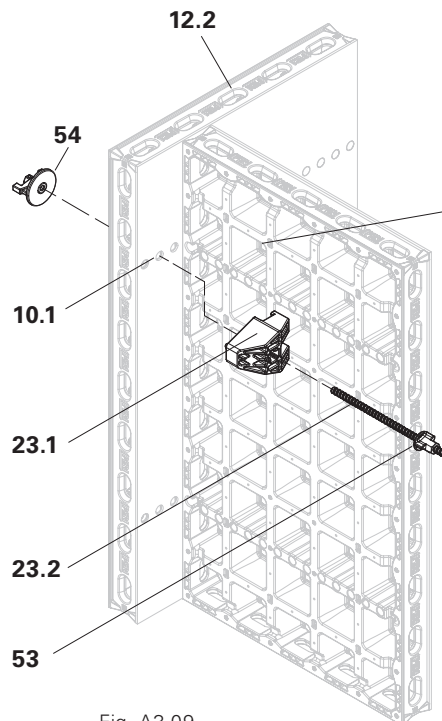

Fig. A3.09
- Connecteur d'angle DUO (Fig. A3.09).
Le connecteur d'angle DUO s'utilise pour l'assemblage à angle droit de panneaux. Le panneau fixé à angle droit doit être un panneau DMP. (Fig. A3.09)